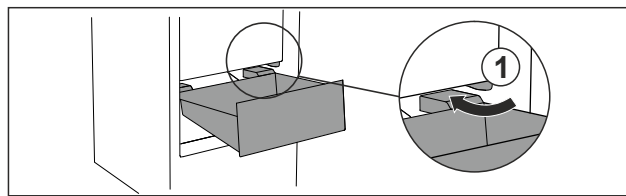

Fig. 92
- Guider le tiroir en biais en contournant les butées Fig. 92 (1).